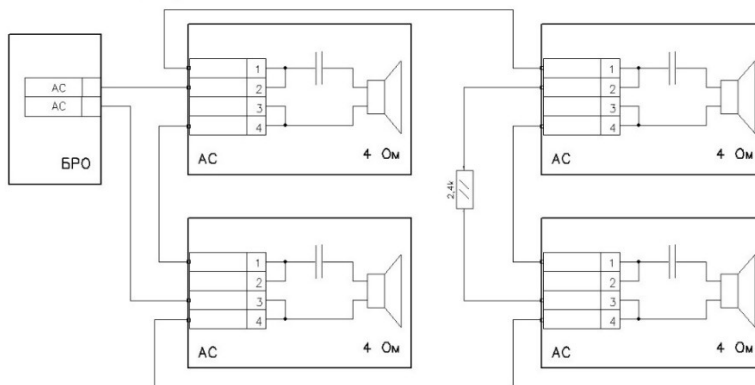

Рис.3 Схемы подключения нескольких блоков оповещения
Оповещатель имеет возможность одновременного подключения до 3 блоков акустических систем речевого оповещения (колонок), типа АС-У-5М (Рис. 3).
- смонтируйте, **соблюдая полярность** входную (питающую) линию оповещателя в соответствии одной из схем, представленных на рис.3. При этом сопротивление проводов и переходных контактов линии должно быть не более 2 Ом;